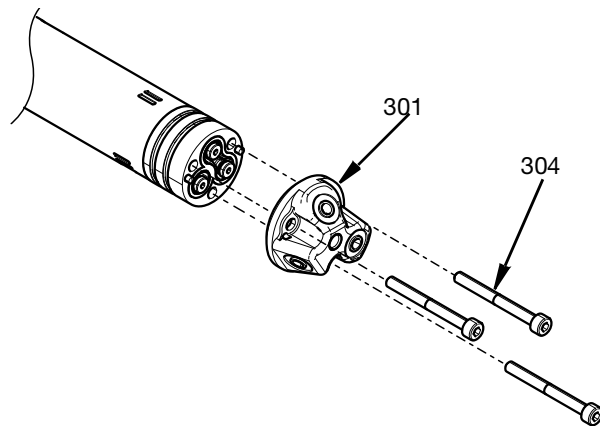

FIG. 30
10. Fije el cabezal de boquillas (301) al adaptador con los tornillos M4 (304) enroscados en el cuerpo central. Apriete a un par de 3,3 N•m (29,2 lb-pulg.). Consulte la FIG. 30.